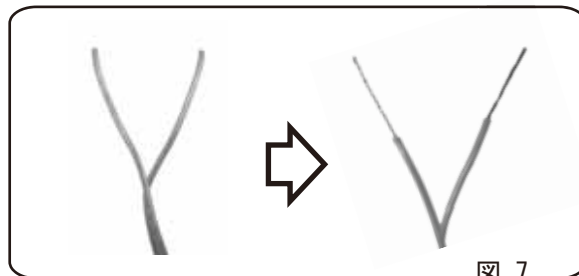

図 7
- 5 センサー線の先端が被覆のままの場合は、センサー線の先端から10mmほど剥き、被覆をはがしてください。(図7)